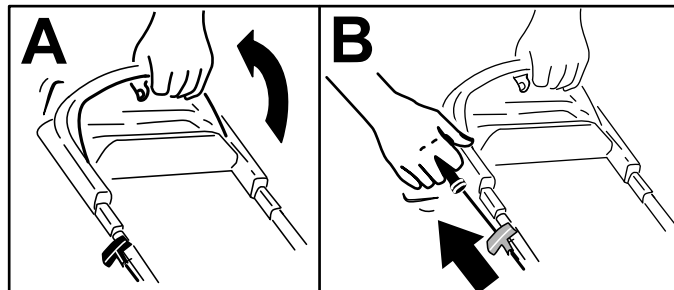

Figura 15
1. Sujete la barra de control de las cuchillas contra el manillar (Figura 15, A).
2. Tire del arrancador de retroceso (Figura 15, B).